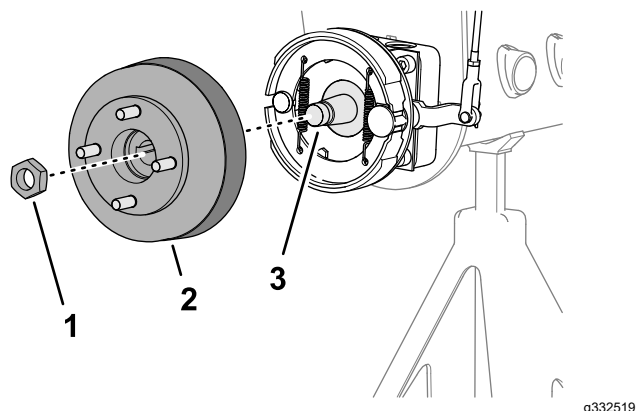
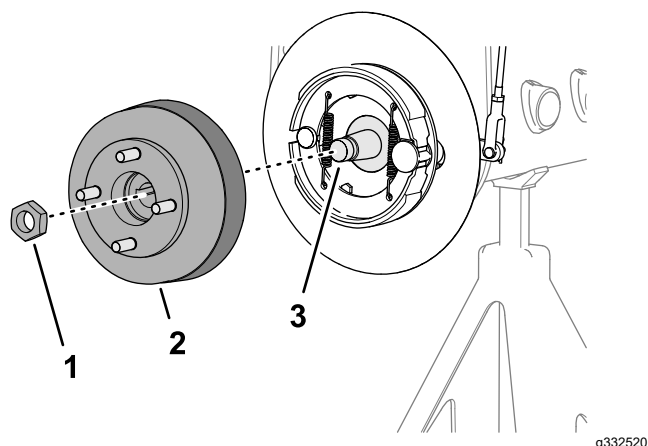

Figura 86
Figura 87
3. Monte o cubo da roda e tambor dos travões no veio do motor das rodas (Figura 86 ou Figura 87).
4. Prenda o cubo da roda ao veio com a porca de bloqueio (Figura 86 ou Figura 87) e aperte à mão.